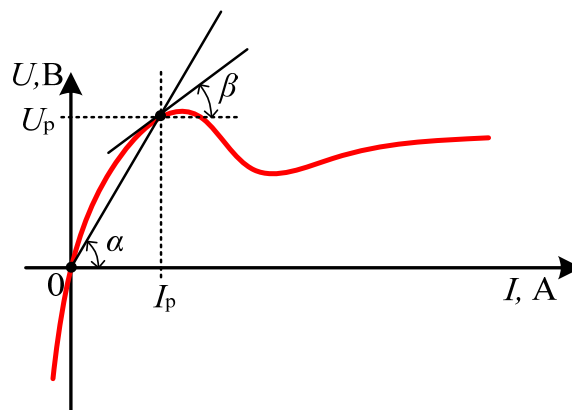

Рисунок 9.2 – Методика определения статического и дифференциального сопротивления
9.2.2. Для обратной ветви ВАХ стабилитрона рассчитать статическое и дифференциальное сопротивление (или проводимость по указанию преподавателя) (рисунок 9.2).